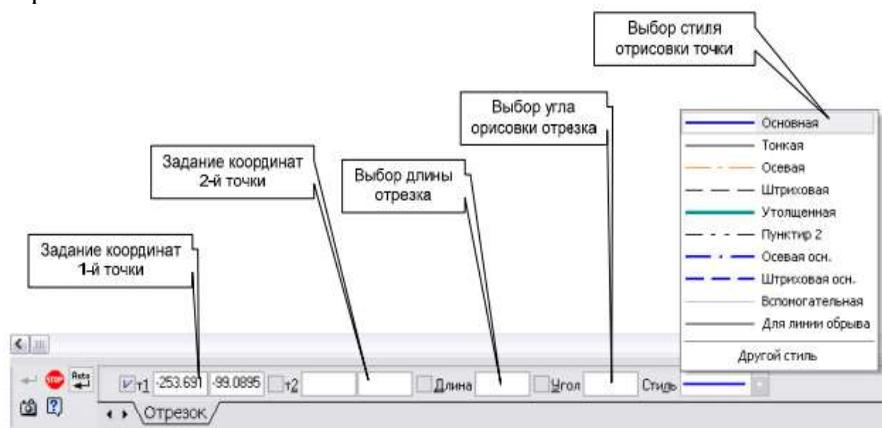

Рисунок 8. Панель свойств
**40, 185**, и второй точки отрезка: **90, 185** (рис.8). После этого необходимо нажать клавишу **Enter**. Если все построено верно, то штриховой отрезок закрасится. Если же отрезок построен неверно, то его можно удалить, выделив левой клавишей мыши, а затем нажав клавишу **Del**.